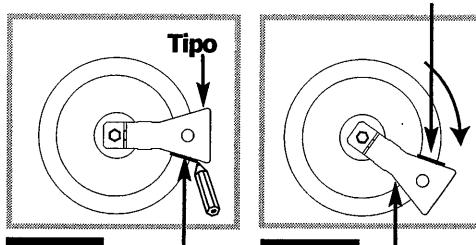

Fig. 3
- ⇒ Faça girar a chave no sentido dos ponteiros do relógio até a linha voltar a aparecer do outro lado (**fig. 3**). **Atenção! Não ultrapassar este limite, sob pena de deterioração do produto.**